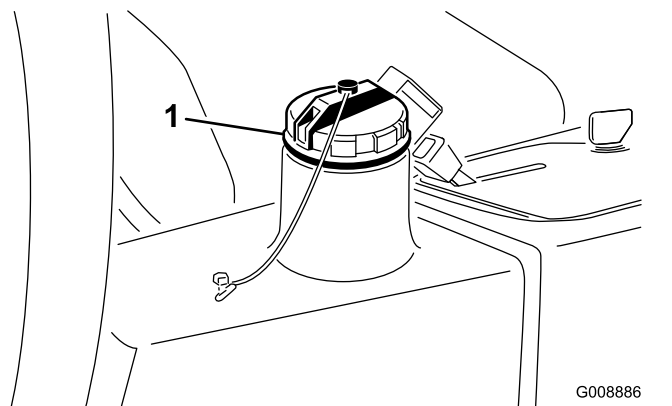

**Bild 77**
2. Schließen Sie den großen Hydraulikschlauch (Bild 77) vom Behälter ab und lassen das Hydrauliköl in eine Auffangwanne ablaufen.